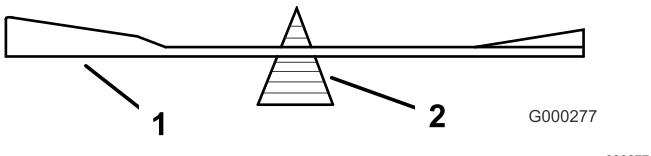
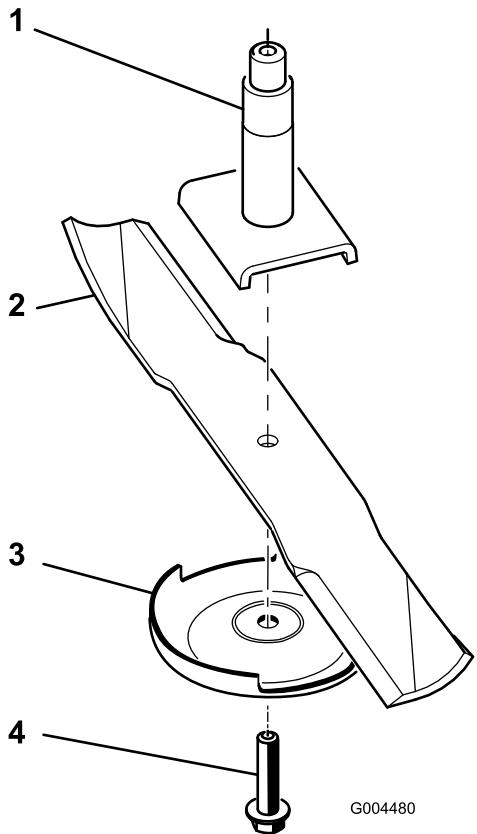

图 24
图 25
4. 卸掉刀片螺栓、防刮板并从锭轴上取下刀片请参阅 安装刀片 \(页码 17\) 中的图 25。
2. 将刀片放到刀片平衡器上来检查刀片的平衡图 24。如果刀片能够保留在水平位置则证明刀片是平衡的且可以使用。如果刀片不平衡可仅在刀翼区一端研磨掉部分金属图 25。重复此程序直至刀片达到平衡。
1. 把刀片安装到锭轴上图 25。
2. 安装防刮板和刀片螺栓图 25。